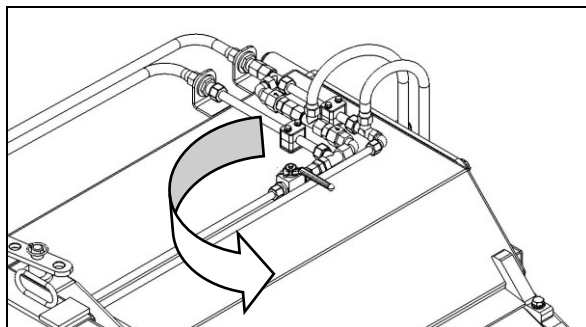
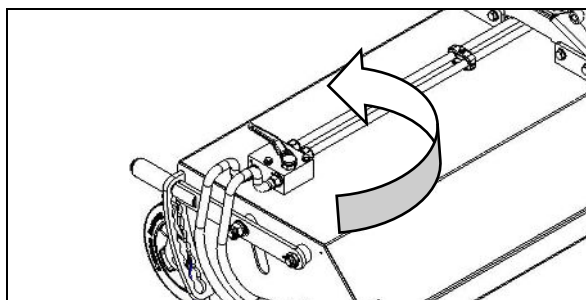

Fig. 4.34
Fig. 4.35
- Luk stophanerne til hydraulikcylinderen i beholdertømmningssystemet (fig. 4.34) og til sidefejmaskinens hydraulikmotor (fig. 4.35).
- Støtthjulene (1) skal pege bagud.